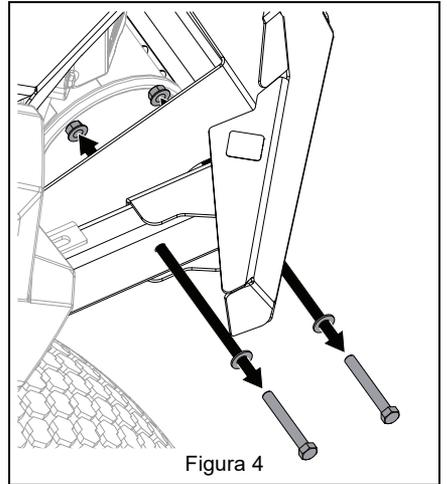

Figura 4
1. Extraiga dos pernos hexagonales, dos arandelas y dos tuercas nyloc de cada esquina del parachoques. Conserve los pernos hexagonales y las arandelas. Deseche las tuercas nyloc. Consulte Figura 4.